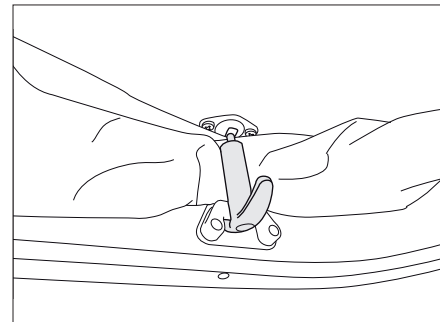

Fig. 145 Sécurité du toit relevable
- Desserrer les sécurités (Fig. 145) d'une traction.
- Tirer les sécurités (Fig. 145) légèrement vers le bas et les accrocher.